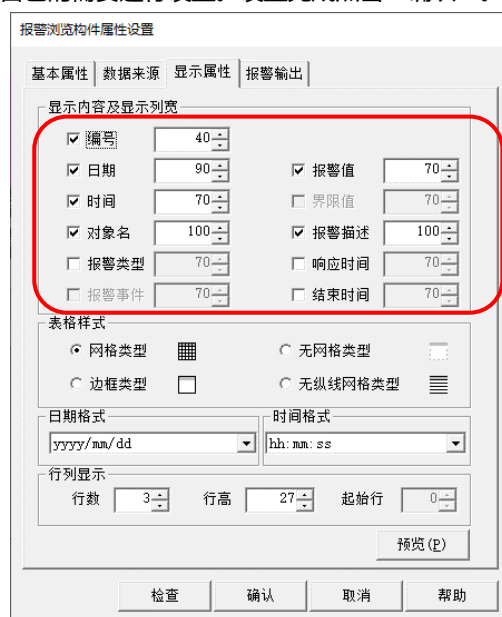

图 4.3-4 显示属性设置
- 如图 4.3-4 所示：在显示属性页，按照需要勾选显示内容：“编号”、“日期”、“时间”、“对象名”、“报警值”、“报警描述”，并设置合适的列宽；其他功能页用户根据自己的需要进行设置。设置完成点击“确认”。